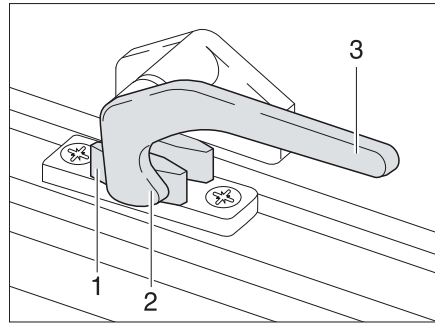

Fig. 41 Levier de verrouillage en position "Fermé"
- Tourner le levier de verrouillage (Fig. 41,3) d'un quart de tour vers le centre de la fenêtre.
- Tourner le levier de verrouillage (Fig. 41,3) d'un quart de tour vers le cadre de la fenêtre. Le tenon de verrouillage (Fig. 41,2) se trouve sur le côté intérieur du verrouillage de fenêtre (Fig. 41,1).
- En position "Fermé" (Fig. 41).